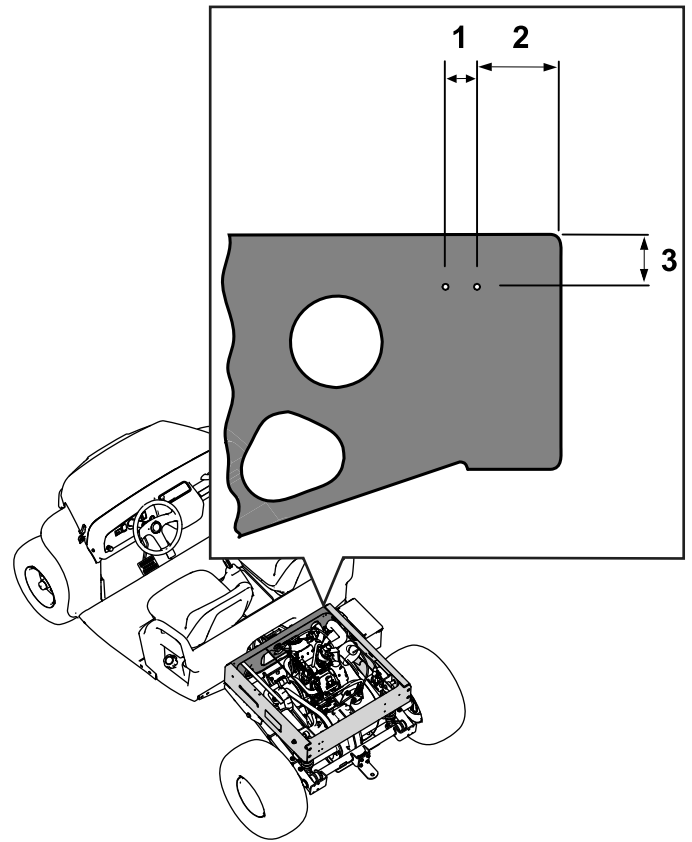

Bild 2
1. Bohren Sie zwei $\frac{1}{8}$ " große Löcher in die rechte Seite der vorderen Platte des Hinterrahmens. In Bild 2 finden Sie die entsprechende Lochposition an der vorderen Platte.